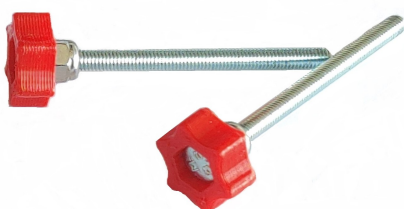

Abb. 4: Fertig zusammengesetzte Schraube
- (1) Schieben Sie den **03A_RE_V*_ADJUSTING_SCREW_HEAD** mit der hexagonalen Öffnung zuerst auf eine **AUSSENSECHSKANT-SCHRAUBE, M3X40**.
- (2) Drehen Sie dann die **MUTTER, SELBSTSICHERND, M3** auf die Schraube, sodass sie den roten Schraubenkopf festhält (Abbildung 4).
- (3) Wiederholen Sie diese Schritte für die zweite Stellschraube (Abbildung 4).